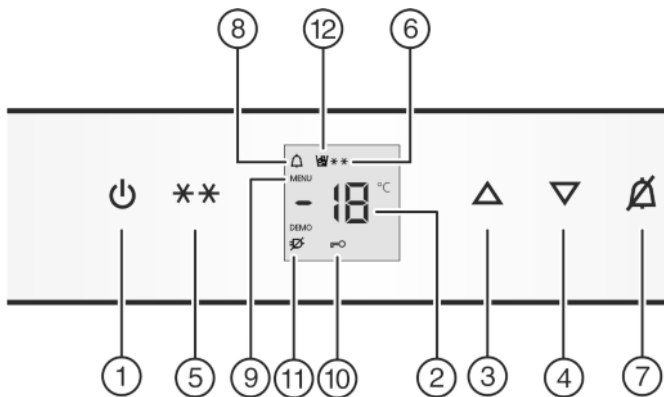

Fig. 2
- ▶ 按下按键 On/Off Fig. 2 (1)。
- ▶ 激活设置模式: 按下超冻 (SuperFrost) 按键 Fig. 2 (5) 约 5 秒。
- ▷ 超冻 (SuperFrost) 标志 Fig. 2 (9) 发亮。
- ▶ 短按超冻 (SuperFrost) 按键 Fig. 2 (5), 用于确认。如果显示器中显示 c!, 则:
- ▶ 短按超冻 (SuperFrost) 按键 Fig. 2 (5), 开启儿童保护模式。
- ▷ 儿童保护标志 Fig. 2 (10) 发亮。显示器上 c 闪烁。
- ▶ 短按超冻 (SuperFrost) 按键 Fig. 2 (5), 退出儿童保护模式。
- ▷ 儿童保护标志 Fig. 2 (10) 熄灭。显示器上 c 闪烁。
- ▶ 设置模式关闭: 按下按键 On/Off Fig. 2 (1)。
- ▶ 按下报警按键 Fig. 2 (7)。
同时温度显示器和报警标志 Fig. 2 (8) 闪烁。
如果重新达到足够冷的温度，发声报警器自动停止鸣响，报警标志 *Fig. 2 (8)* 熄灭，温度显示器停止闪烁。
- ▶ 按下报警按键 *Fig. 2 (7)*。
- ▶ 调热温度：按下设置键 Up *Fig. 2 (3)*。
- ▶ 调冷温度：按下设置键 Down *Fig. 2 (4)*。